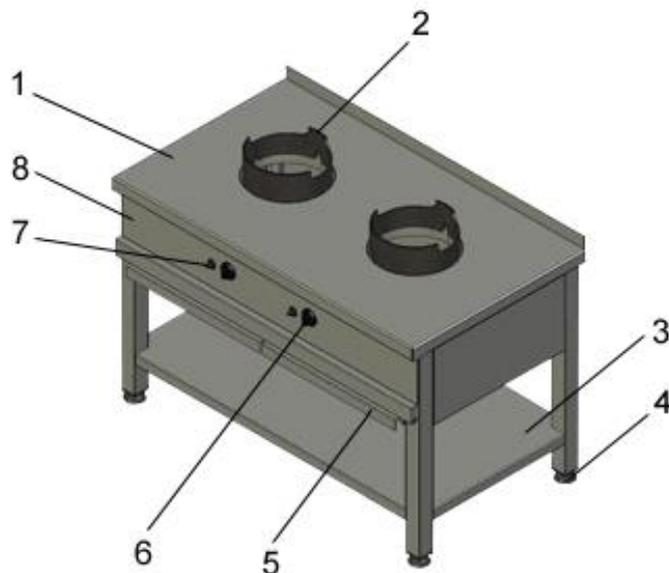
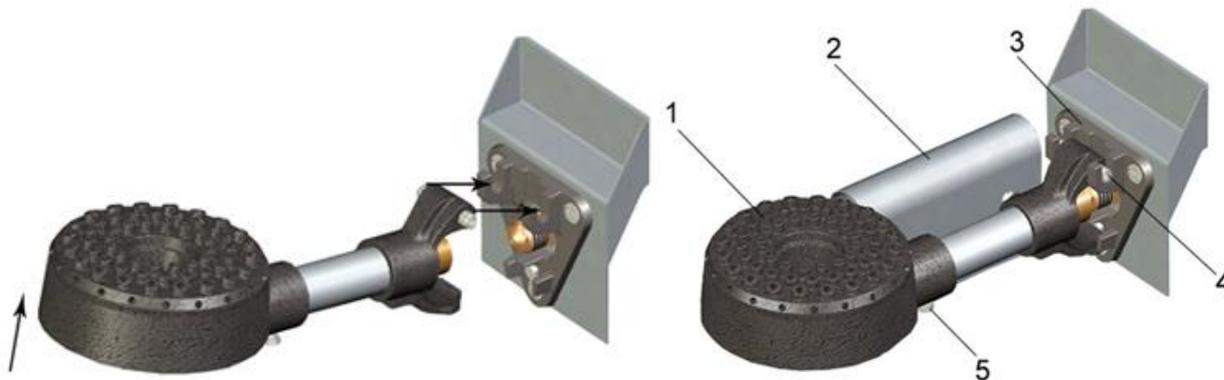
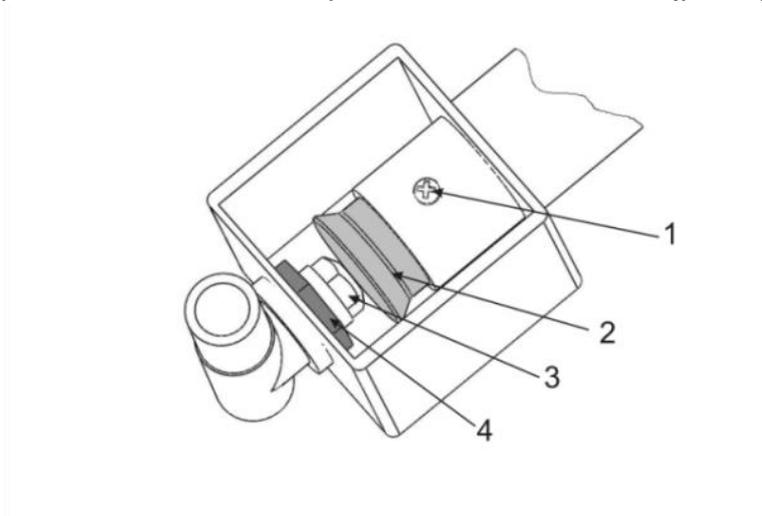

Рис.1. Общее устройство газовой плиты ВОК*:
Рис.3 Схема монтажа и устройство ВОК-горелки
Рис.4. Общая конструкция смесителя горелки
На рис.1 приведено общее устройство газовой плиты ВОК.
- Через большое отверстие в столешнице найти кронштейн 3 (рис.3), располагающийся внутри плиты со стороны лицевой панели.
- Приподнять ВОК-горелку за основание с рассекателем так, чтобы смеситель с осью горелки 4 немного опустился вниз, как показано на рис. 3. Надеть ось горелки на крючки кронштейна. Проверить, что горелка надежно закреплена.
- Узел регулировки горелки находится снизу, под столешницей. Для доступа к нему выньте поддон 5 (рис. 1), найдите смеситель горелки (см. рис.4).
- Ослабьте винт 1 (рис.4) и, перемещая цилиндр шибера 2 (рис.3), добейтесь нормального горения пламени. Регулировку подачи первичного воздуха следует осуществлять из закрытого состояния шибера, в сторону увеличения воздушного зазора.
- При достижении нормального пламени горелки затяните винт 1 (рис.4).
- Узел регулировки горелки находится снизу под столешницей. Для доступа к нему выньте поддон 5 (рис. 1), найдите смеситель соответствующей горелки (рис.4).
- Ослабьте винт крепления цилиндра шибера 1 (рис.4) и сдвиньте шибер 2 вверх до конца.
- Удерживая муфту подводящей медной трубки, выкрутите сопло 3 (рис.4) ключом на 12.
- Снимите кольцевую насадку 2 (рис.1).
- Выньте поддон 5 (рис.1).